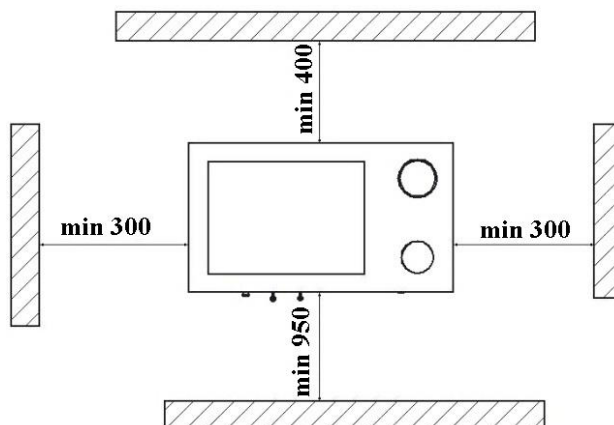

Abb.8
- Die Geräte und die Rauchrohre sollten in einem bestimmten Mindestabstand (angezeigt in der Abb. 8) von brennbaren Gegenständen und Bauwerken ferngehalten .